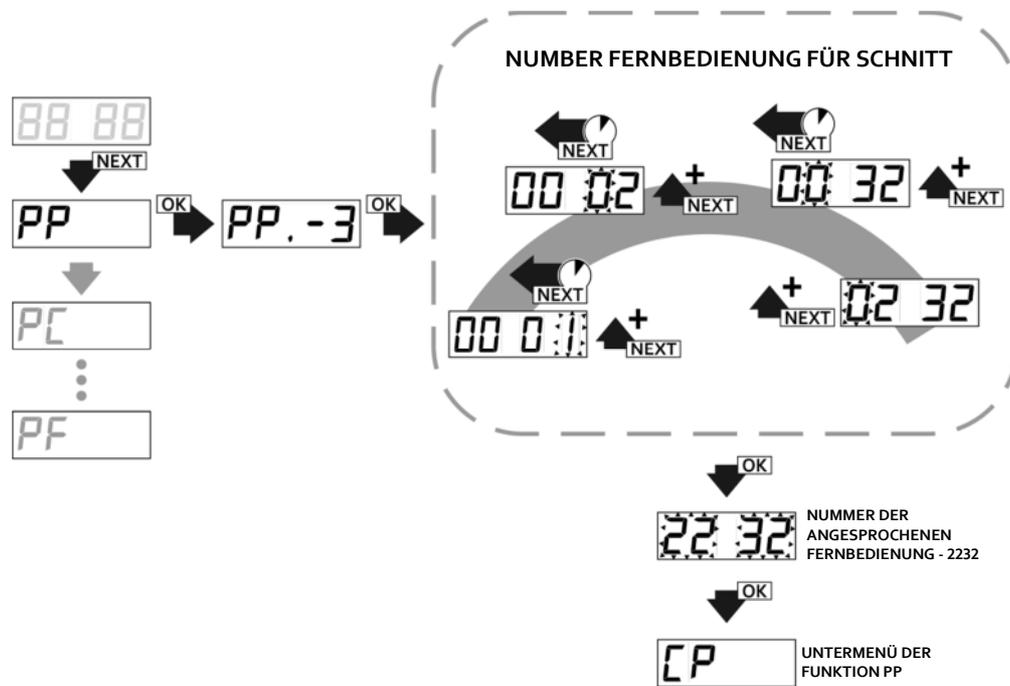

Abb. 9 Ansprechen der abwesenden Fernbedienung zur Bearbeitung mit der Funktion PP im Hauptmenü.
- Um die Fernbedienung ohne ihre physische Anwesenheit zu bearbeiten, soll man (Abb.9):